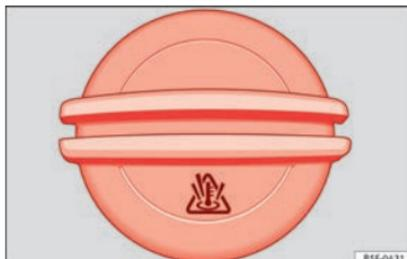

Fig. 171 No compartimento do motor: Tampão do reservatório de expansão do líquido de refrigeração.
- O depósito de expansão do líquido de refrigeração é identificado pelo símbolo 🚰 da tampa » Fig. 171.